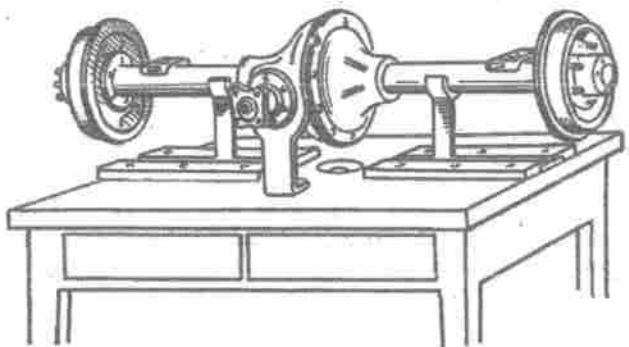

Bild 151. Aufstellen der Hinterachse auf dem Prüfstand
1. Hinterachse am Stand befestigen (Bild 151) und Öleinfüll- und -ablaßschrauben herausdrehen.